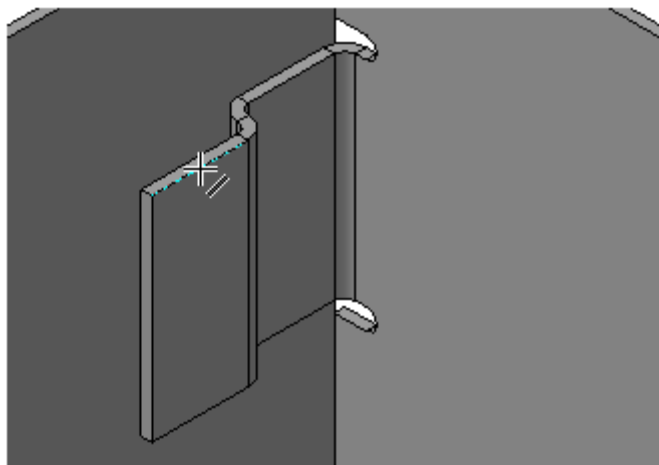

Рисунок 31.
- Укажите ребро на подсечке (рис. 31).